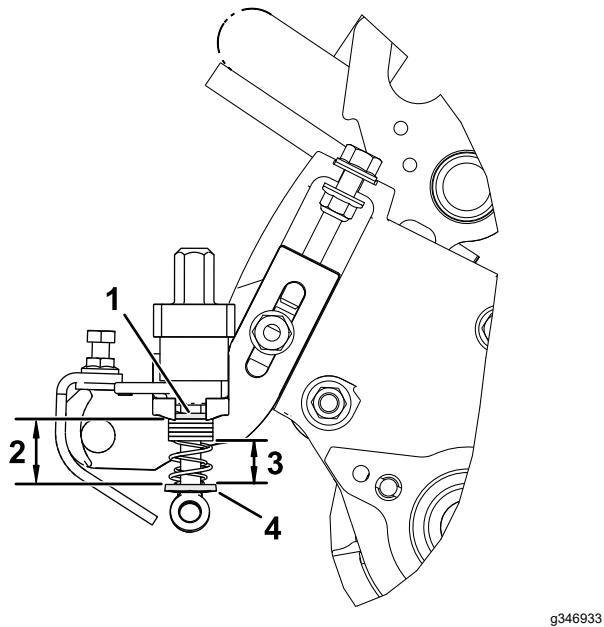

Figure 20
4. Mesurez la distance entre les rondelles (longueur actuelle du ressort), comme montré à la Figure 20.